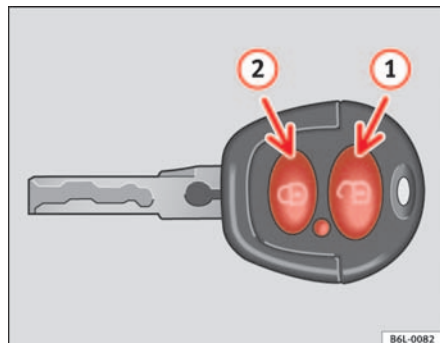
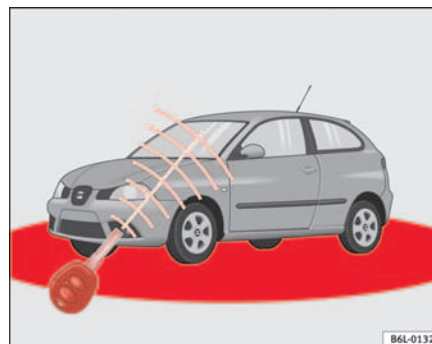

Abb. 47 Tastenbelegung
Abb. 48 Wirkungs-
Die Abbildung zeigt den Wirkungsbereich (rote Bereiche) ⇒ Abb. 48 der Funkfernbedienung. Die maximale Restreichweite ist abhängig von verschiedenen Faktoren.
Richten Sie die Funkfernbedienung zum **Entriegeln** innerhalb des Wirkungsbereichs auf das Fahrzeug und betätigen Sie kurzzeitig die Entriegelungstaste  ⇒ Seite 82, Abb. 47 . Die Blinker blinken zweimal auf. Zum **Verriegeln** des Fahrzeugs drücken Sie kurzzeitig die Taste  ⇒ Seite 82, Abb. 47 . Die Blinker blinken einmal auf.
Bei **zweimaligem** Betätigen der Schließstaste  ⇒ Seite 82, Abb. 47  deaktivieren Sie Ihre SAFE-Sicherung (doppelte Verriegelung) und die Innenraumüberwachung\*. Die externe Warnanlage\* bleibt aktiviert, die Kontrollleuchte leuchtet weiter.
Bei einmaligem Drücken der Taste  ⇒ Seite 82, Abb. 47 , wird nur die Fahrertür geöffnet. Alle anderen Türen bleiben verriegelt.
Bei zweimaligem Drücken der Taste  ⇒ Seite 82, Abb. 47  werden alle Türen entriegelt.
- Die Funkfernbedienung funktioniert nur, wenn Sie sich im Wirkungsbereich befinden ⇒ Seite 82, Abb. 48 (rote Fläche).
- Verwenden Sie die beiden Schlüssel, die mit dem Fahrzeug ausgehändigt werden, den Funkschlüssel und den normalen Schlüssel ⇒ Seite 82, Abb. 47 ⇒ Seite 82, Abb. 48.